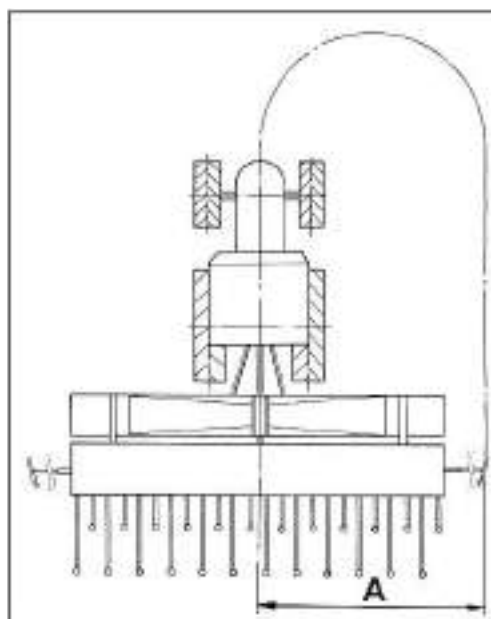

Рис. 102
3. Отверните болты Рис. 102/1).